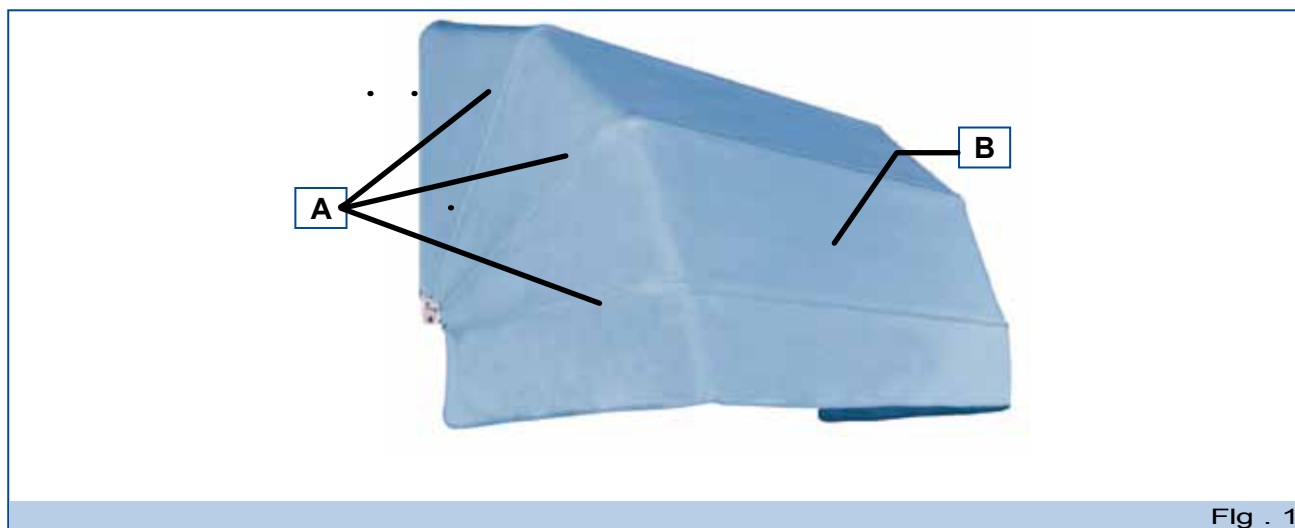

Fig . 1
- Struttura metallica: costituisce il telaio portante contenente, all'interno, i vari meccanismi atti al movimento di apertura e chiusura della tenda. Si compone di una struttura portante di alluminio (A - Fig. 1).
- Telo (B - Fig. 1): svolge la funzione di copertura e protezione propria della tenda.
L'apertura e la chiusura della tenda viene eseguita grazie all'ausilio dell'asta manovra (A - Fig. 1) e di un arganello (B - Fig. 1) oppure di una corda che alla fine della manovra viene bloccata al bloccacorda.